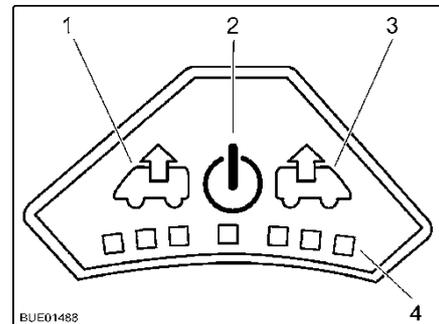

Fig. 115 Cuadro de mando del ventilador
- Pulsar la tecla On/Off (Fig. 115,2). El ventilador funciona en el modo confort (extracción con la velocidad más baja del ventilador).
- Para aumentar la velocidad del ventilador: Pulsar la tecla de extracción (Fig. 115,1). La velocidad del ventilador aumenta un nivel en el sentido de extracción de aire. Los LED (Fig. 115,4) muestran los niveles de ajuste.
- Para disminuir la velocidad del ventilador: Pulsar la tecla de ventilación (Fig. 115,3). La velocidad del ventilador disminuye un nivel.
- Para aumentar la velocidad del ventilador: Pulsar la tecla de ventilación (Fig. 115,3). La velocidad del ventilador aumenta un nivel en el sentido de ventilación. Los LED (Fig. 115,4) muestran los niveles de ajuste.
- Para disminuir la velocidad del ventilador: Pulsar la tecla de extracción (Fig. 115,1). La velocidad del ventilador disminuye un nivel.
- Pulsar la tecla On/Off (Fig. 115,2). El ventilador se detiene, los LED se apagan.